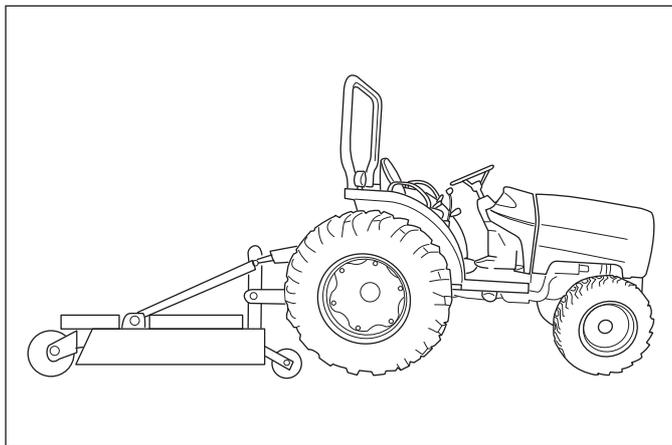

FIG. 5-31
**FIG. 5-31:** Type de travail – Attacher/détacher les équipements et utilisation demandant de maintenir l'équipement à une hauteur constante au-dessus du sol. S'utilise aussi avec des barres d'outil ayant des dispositifs d'alignement souples et des équipements pourvus de roues de support.